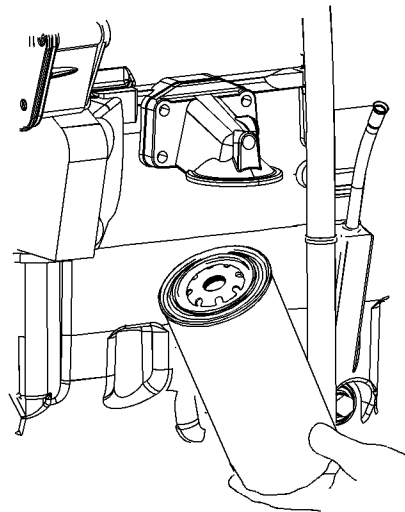

Рис. 33
**Примечание:** Некоторые типы масляных фильтров могут устанавливаться горизонтально. См. рисунок 33. Для снятия и установки масляного фильтра перейдите к шагу (1).